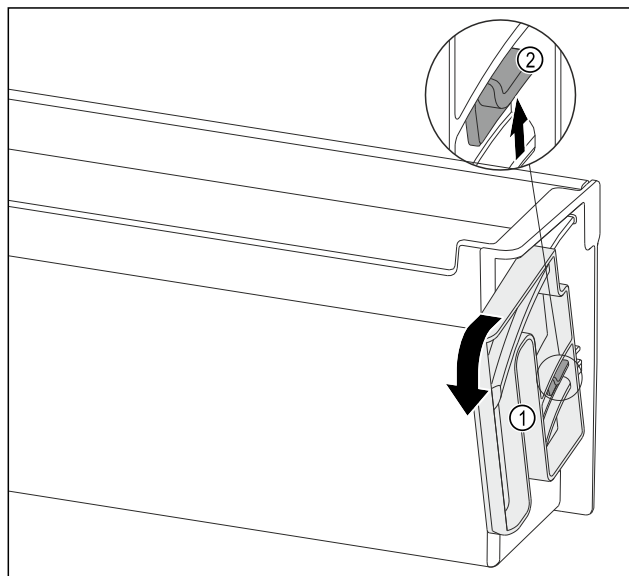

Fig. 112
- ▶ Поверните поворотный блок Fig. 112 (1) по указанном направлении до упора.
- ▶ Выжмите накладку Fig. 112 (2) вверх и осторожно извлеките поворотный блок Fig. 112 (1).